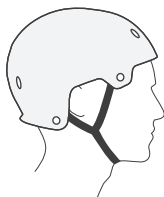
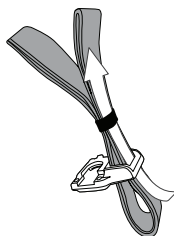

Figure 8. Positionnement correct de la sangle du menton
Figure 9. Passage de la sangle du menton dans la boucle et l'anneau en forme de O
Le casque est conçu pour être maintenu en place par une sangle passant sous la mâchoire inférieure. Les deux sangles qui pendent de l'ajusteur de sangle de droite et qui passent sous la mâchoire inférieure constituent la sangle du menton (Figure 8). Assurez-vous que la sangle du menton passe correctement dans la boucle de droite (Figure 9).
La sangle du menton doit se trouver à l'emplacement indiqué par la Figure 8 et doit être fermement appuyée contre le dessous de votre menton. Si ce n'est pas le cas, ré-ajustez-la.
4. Pour empêcher la sangle du menton de flotter au vent, glissez-la dans l'anneau en caoutchouc en forme de O (Figure 9).